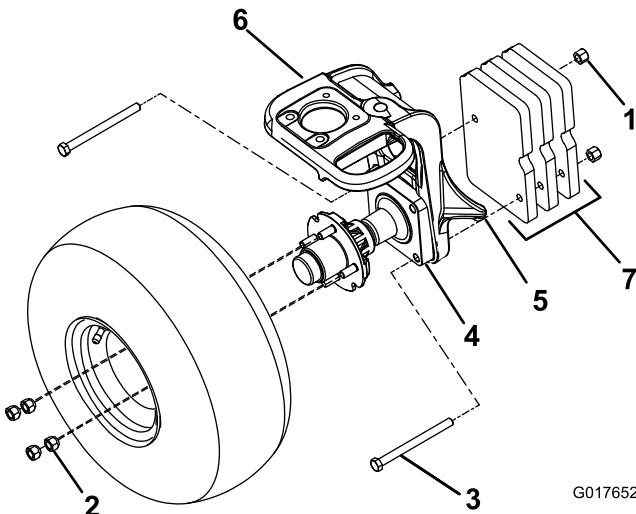

Figura 1
- Eleve la máquina con un gato colocado en el punto de apoyo (Figura 1).
- Retire las 4 tuercas de la rueda en pares diagonalmente opuestos (Figura 1).
- Retire los 2 pernos de retención que sujetan el eje a la horquilla de la rueda (Figura 1).
- Monte 3 placas de peso del kit en el lado derecho de la horquilla de la rueda con 2 pernos de cabeza hexagonal (1/2 x 5-1/2 pulgadas) y 2 contratuerca del kit (Figura 1).